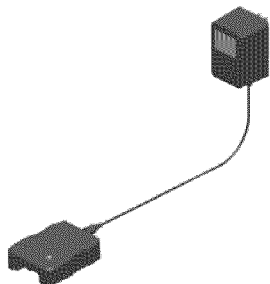

Figure 2 - Branchez le chargeur dans la base
1. Branchez le cordon du chargeur dans la base du chargeur. (voir figure 2)